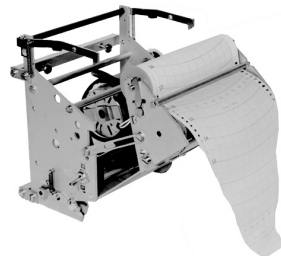

Fig. 10
- Far passare il lembo libero sotto l'astina tendicarta visibile in Fig. 10 e sotto la piastrina guidacarta (332); richiudere quindi l'equipaggio mobile;
- Slip the free end of the strip under the paper tightening rod visible on Fig. 10 and beneath the guide plate (332); close again the movable frame;